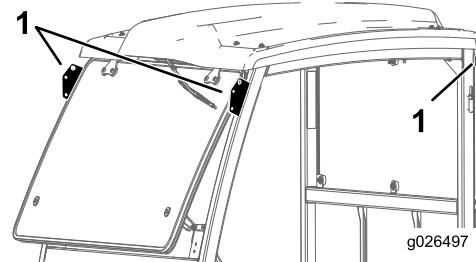

Figura 5
1. Sollevate il telaio della cabina utilizzando i punti di sollevamento e posizionate lo sulla macchina (Figura 5).